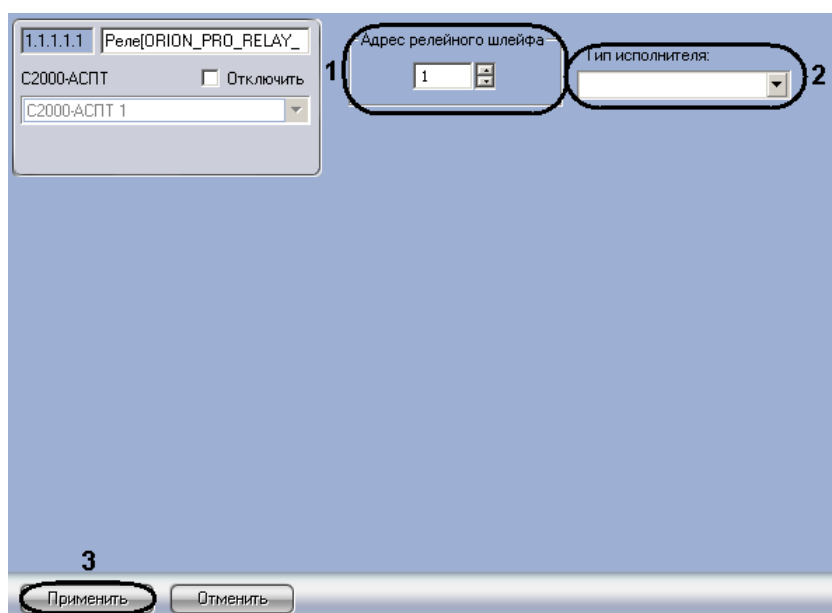

Рис. 3.3—16 Панель настроек объекта Реле
1. Перейти на панель настроек требуемого объекта **Реле** (Рис. 3.3—16).
2. В поле **Адрес релейного шлейфа** ввести текущий адрес реле (см. Рис. 3.3—16, **1**). Настоятельно не рекомендуется изменять адрес реле. В случае, если все же возникла такая необходимость, следует учитывать, что адрес релейного шлейфа не должен совпадать с адресами реле, шлейфов и считывателей, созданных на базе того же объекта, что и настраиваемый.
3. Из раскрывающегося списка **Тип исполнителя** необходимо выбрать вариант отображения значка реле на карте (см. Рис. 3.3—16, **2**).